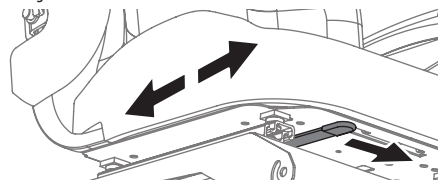

Figura 14
3. Suelte la palanca de ajuste. Asegúrese de que el asiento esté fijo en su posición antes de operar el tractor. Consulte la Figura 14.